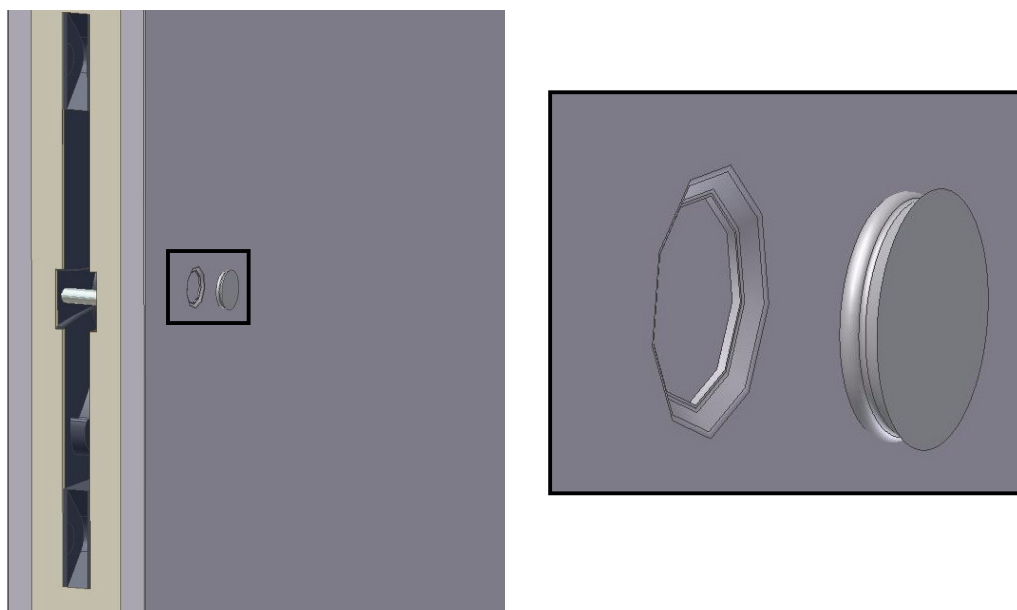

Abb. 7
- Nach dem Druck von allen Hacken, stellen Sie die Kunststoffstopfen auf dem Loch (Abb. 7)